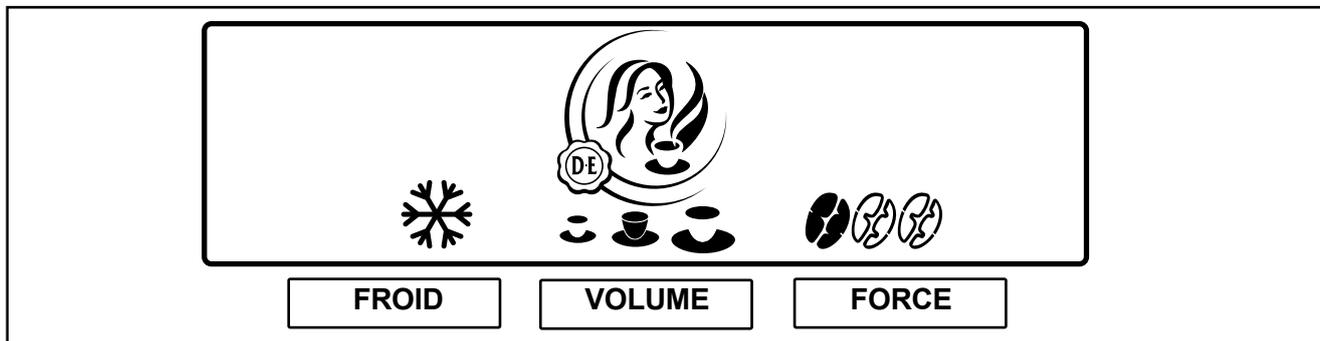

Fig. 16
2. Appuyez sur la touche de présélection **FORCE** pour activer ce choix. L'affichage affiche trois grains de café (fig. 16).